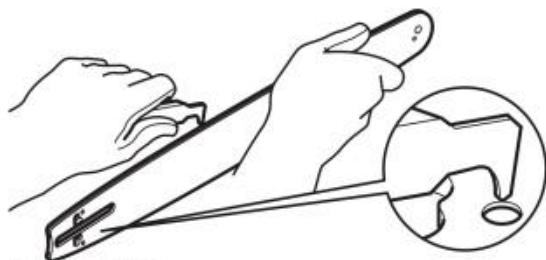

Fig. 71
4. Usuń pozostałości z szyn na prowadnicy (C13) za pomocą śrubokręta, szpachelki, szczotki drucianej lub innego podobnego narzędzia. Dzięki temu kanały olejowe pozostaną otwarte, zapewniając prawidłowe smarowanie prowadnicy (C13) i łańcucha piły (C12) (rys. 71).